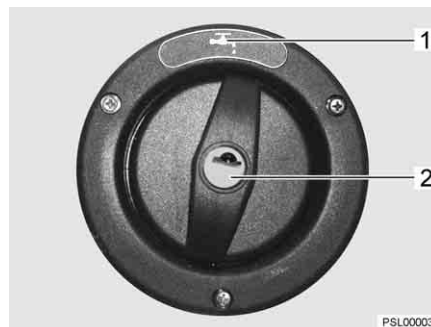

Fig. 35 Couvercle de fermeture pour bec de remplissage d'eau potable
▷ Le bec de remplissage d'eau potable est désigné par le symbole "☕" (Fig. 35,1).
**Ouvrir :** ■ Insérer la clé dans le barillet (Fig. 35,2) et la tourner dans le sens inverse des aiguilles d'une montre.